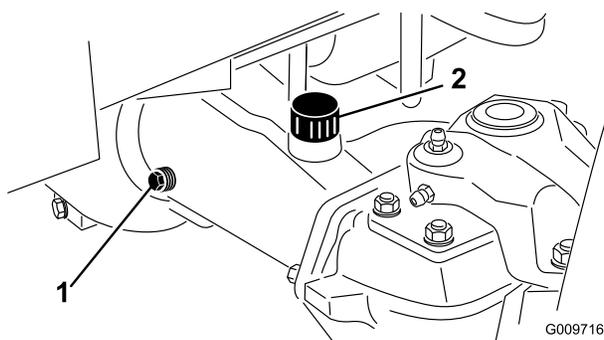

Figura 66
- Retire um tampão de verificação (Figura 66) de uma das extremidades do eixo e certifique-se de que o lubrificante chega ao nível do orifício. Se o nível estiver baixo, retire o tampão de enchimento (Figura 66) e adicione lubrificante suficiente para ficar ao nível dos orifícios do tampão de verificação.